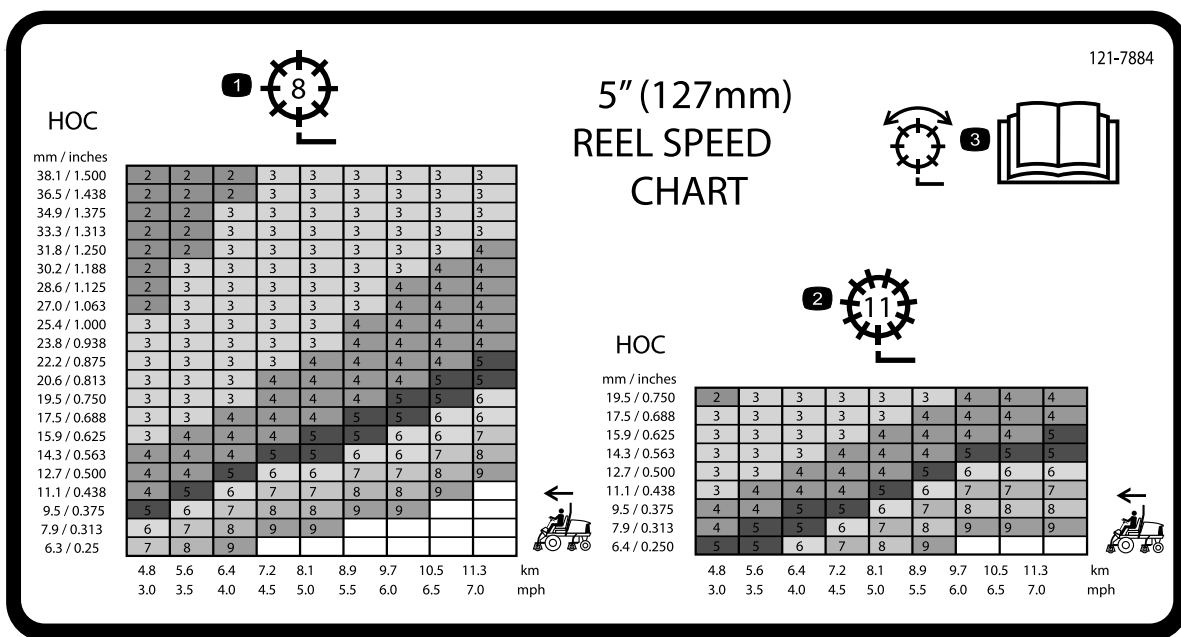
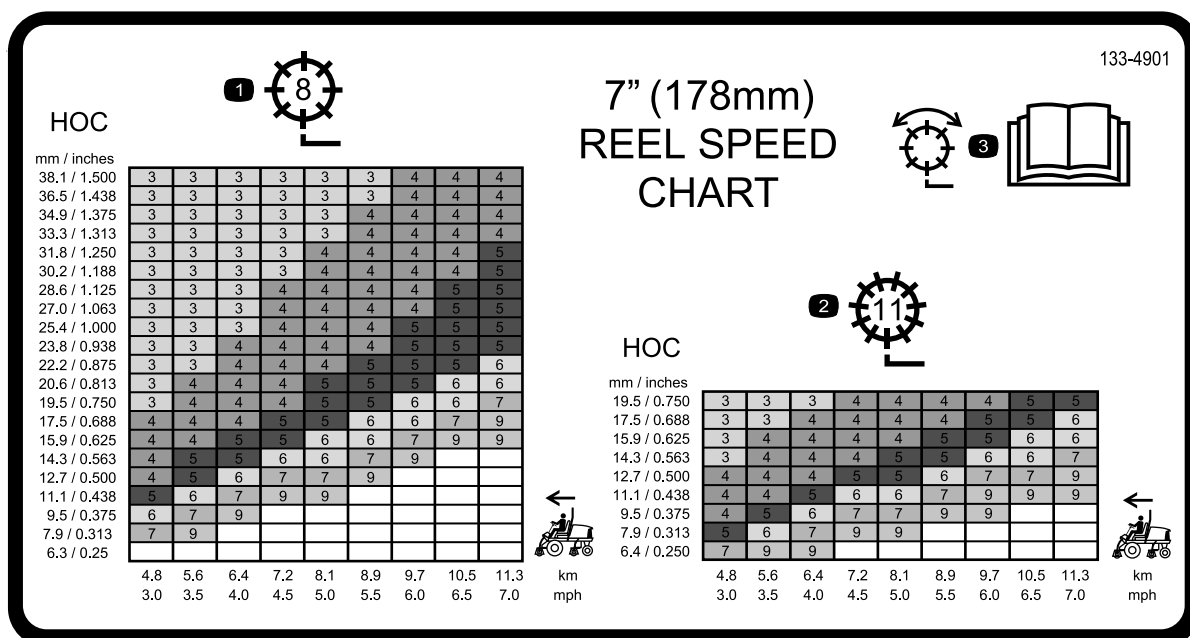

Рисунок 40
Рисунок 41
3. Для определения надлежащей скорости вращения барабана смотрите график на наклейках с таблицами скоростей барабанов (Рисунок 40 и Рисунок 41).